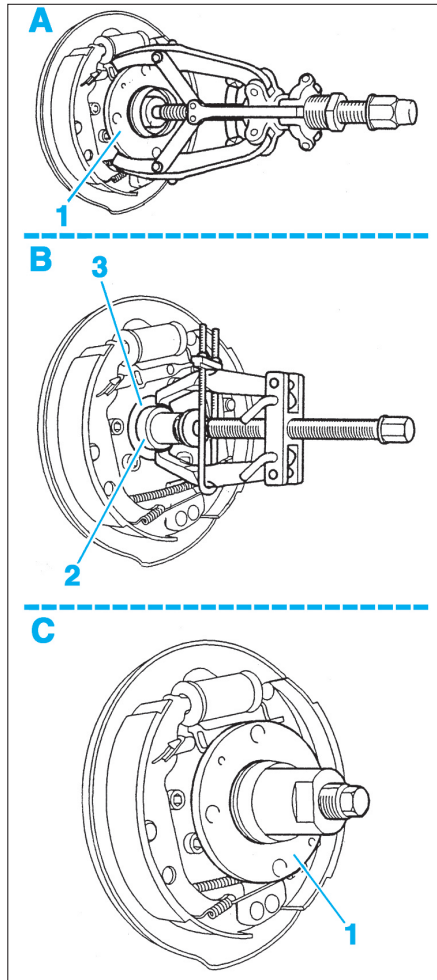

FIG. 23
- À l'aide d'un extracteur à griffes extérieures, extraire le moyeu (1) (A) (Fig.23).